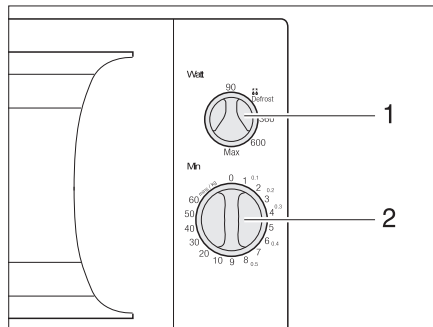

Fig. 237 Boutons de commande du four à micro-ondes
- Sélectionner la puissance sur le bouton tournant (Fig. 237,1).
- Sélectionner la durée de cuisson sur le bouton tournant (Fig. 237,2). La cuisson commence.